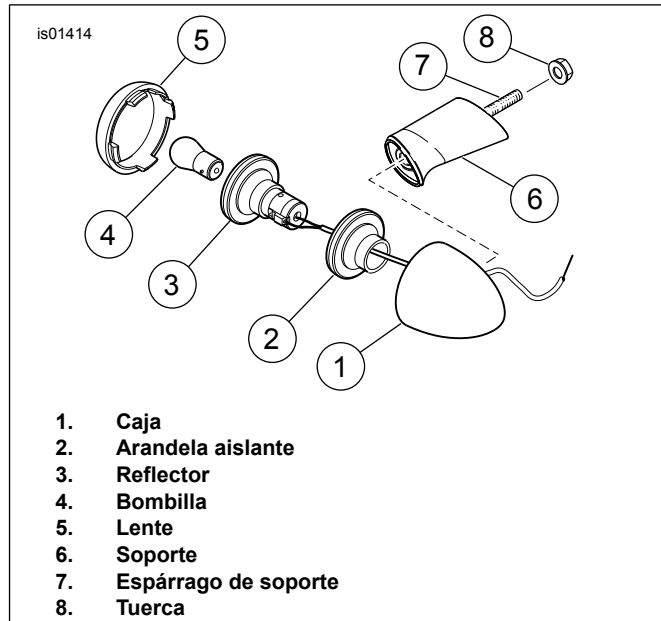

Figura 2. Extracción del vástago de la señal de giro de fábrica
1. Vea la Figura 2. Extraiga el lente (5) de la caja de la señal de giro trasera (1).
2. Cuidadosamente haga palanca para separar el reflector (3) y arandela aislante (2) de la caja (1). Suavemente tire de los cables para sacarlos del agujero de cables de la caja.
3. Quite y deseche el soporte (6), espárrago (7) y tuerca (8).